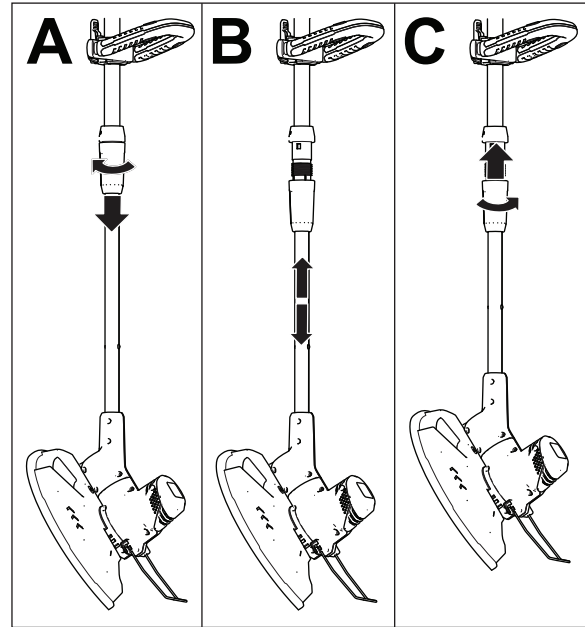

Bild 13
3. Ziehen Sie den Holmanschluss an, um den Holm zu arretieren (C in Bild 13).
1. Lockern Sie den Anschluss des unteren Stiels (A in Bild 13).
2. Schieben Sie den Teleskopstiel in die gewünschte Stellung (Bild 13).